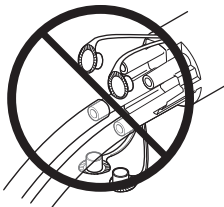

Abbildung 5 Alle nicht benutzten Anschlüsse verschließen
4. Alle nicht benutzten Anschlüsse des Sammelrohrs mit der jeweiligen Kappe verschließen (Abbildung 5).